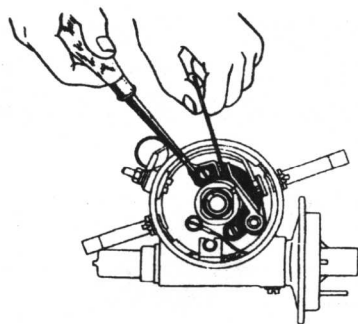

图 1-11
(3) 调整发动机转速及加速性能;调整火花塞间隙及分电器触点间隙(见图 1-11)。